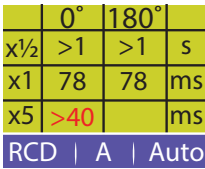

Abb. 7
- 5.2. Bei fehlgeschlagener Prüfung werden die Auslösezeitergebnisse ROT angezeigt (Abb. 7) und die Prüfung wird gestoppt.